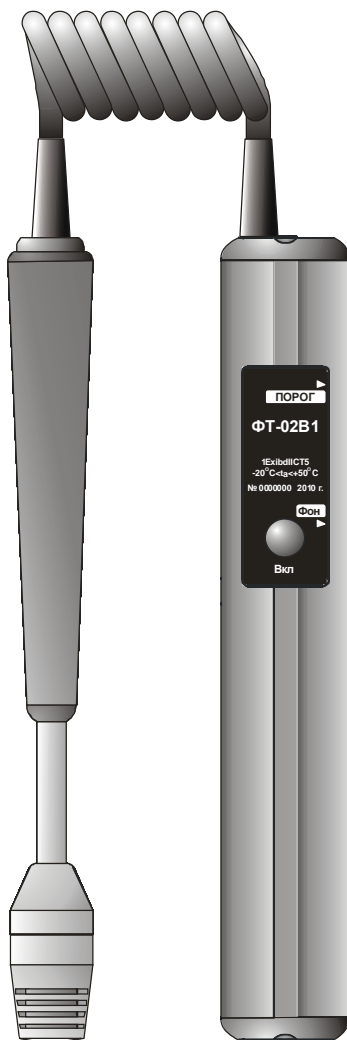

Рисунок 4.1
4.2 Конструктивно индикатор состоит из штанги заборной, металлического корпуса с размещенными внутри него платами, отсека питания, блока искрозащиты и полупроводникового сенсора ПГС-1Ех (рисунок 4.1).